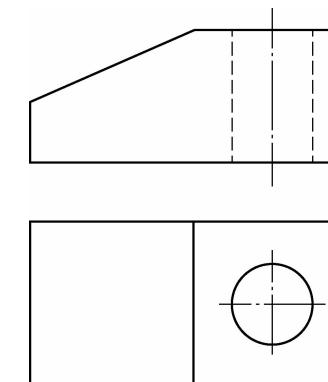

图 1-8
3. 在图 1-8 中,根据组合体的两个视图,补画第三视图。(20 分)